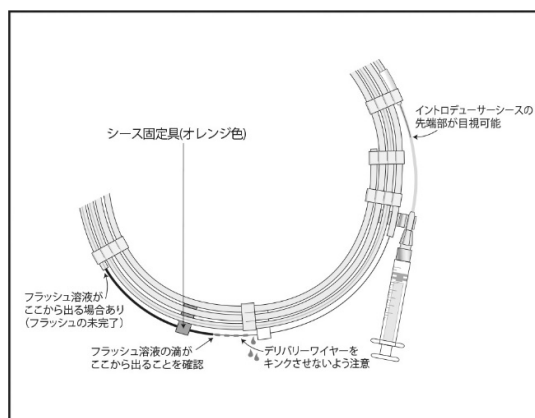

図 2: 灌注/湿潤用フープへのフラッシュ用溶液注入
- 5) 図 2 に示すように、生理食塩液の滴が、イントロドューサシースの手元部から出てくることを確認する。ディスペンサーコイルから溶液が多少出てくる場合があるが、これは本品が正しく灌注/湿潤されていない状態である。図 2 に示した位置に、フラッシュ用の生理食塩液の流出が確認できない場合、本品を使用しないこと。